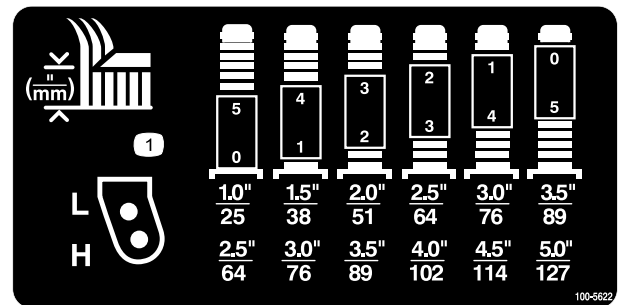

Figura 8
2. Posizionate gli assali delle ruote orientabili negli stessi fori su entrambe le forcelle. Fate riferimento a Figura 7 e Figura 8 per determinare i fori adeguati all'impostazione voluta.
Fate riferimento a Figura 7 e Figura 8 per determinare le combinazioni di distanziali necessari per l'impostazione voluta.